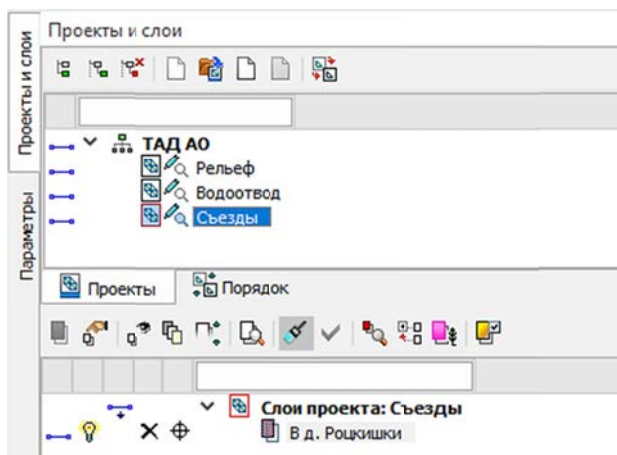

Рис. 4.2. Пример создания узла **Съезды**
1. Создайте новый пустой проект в окне **План** с именем **Съезды**. Присвойте слою данного проекта **Имя** на основе картографического материала, например, *В деревню (лес, поле и т. п.)*. Сделайте слой активным (рис. 4.2).